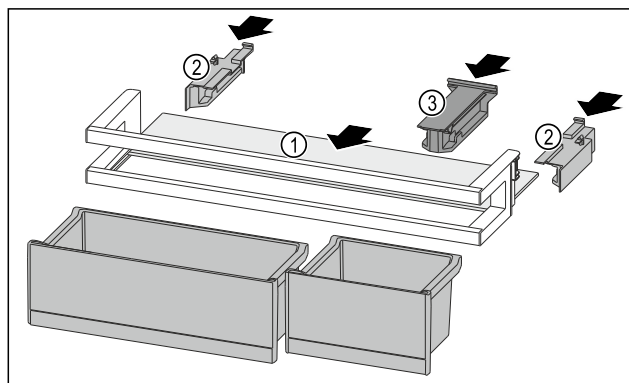

Fig. 254
- Odkládací plochu Fig. 254 (1) zasuňte do bočních vybrání.
- Boční díly Fig. 254 (2) vložte.
- Držák Fig. 254 (3) vložte.